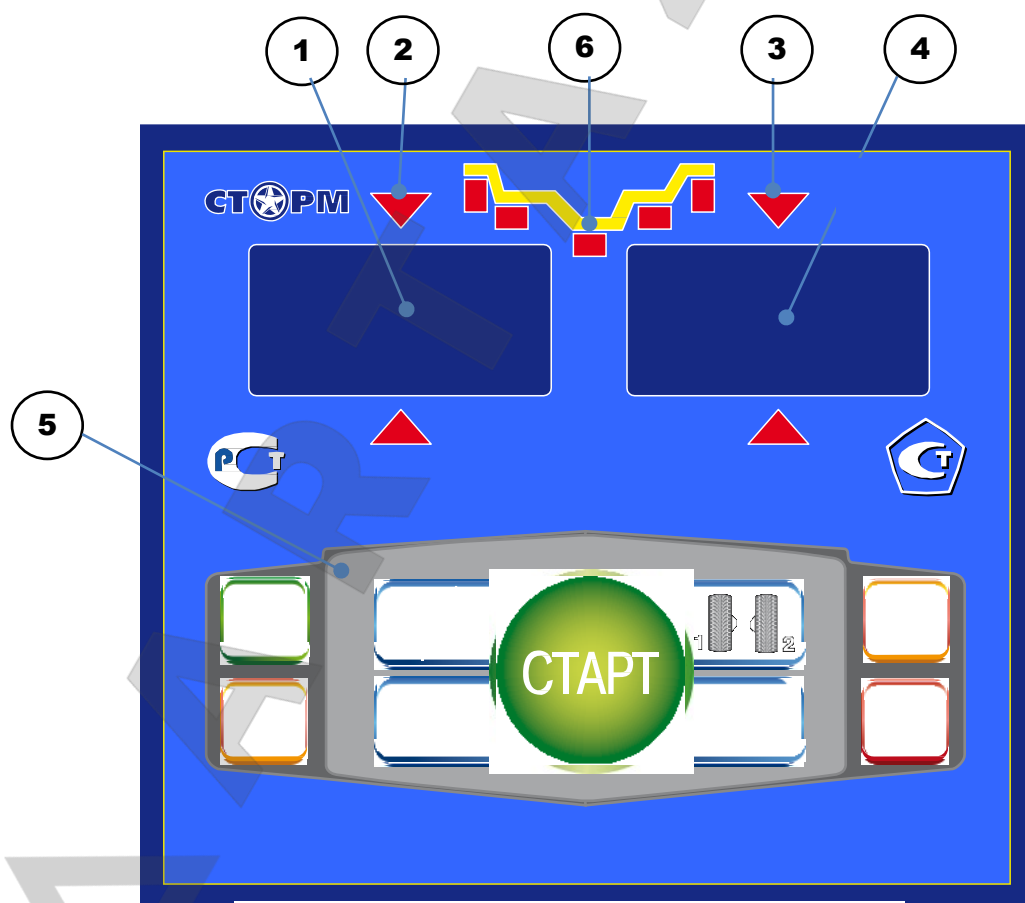

рис.8.1.
8.1. Общий вид лицевой панели показан на рис. 8.1.
При выдвигении штанги на индикаторах 1 (рис. 8.1) отображается значение параметра "А". Значение параметра "d" отображается на индикаторах 4.
Для ввода ширины нажмите кнопку "+" или "-" на индикаторах 1 (рис. 8.1) высветится "-b-", а на индикаторах 4 значение ширины диска. Через 2-3 сек после установки ширины индикаторы в режим отображения текущего дисбаланса.
Дважды нажать кнопку "A, d, b", после чего на индикаторах 1 (рис. 8.1) загорается символ "А", а на индикаторах 4 исходная величина дистанции. Нажимая кнопки "-" и "+" установить на индикаторах 4 требуемую величину дистанции. Через 2-3 сек после установки дистанции показания на индикаторах 1 и 4 возвращаются к отображению текущего дисбаланса, а кнопки "-" и "+" возвращаются в режим ввода ширины обода.
11.1. Переключение схем ALU1-ALU5 осуществляется последовательным нажатием кнопки "ALU" при этом схема установки грузов отображается загоранием соответствующих светодиодов 6 (рис.8.1), кроме того, на индикаторах 1 отображаются символы ALU, а на индикаторах 4 номер 1-5. Через 2-3 сек. после установки требуемой программы ALU индикаторы 1-4 переходят в режим отображения дисбаланса.
Эта функция обеспечивается тем, что каждый раз при вводе новых геометрических параметров и установке требуемой программы ALU, предыдущее состояние запоминается. Для перехода от одного набора параметров к другому необходимо нажать кнопку "1-2". Визуальный контроль того, какие параметры установлены в данный момент, осуществляется нажатием "A, d, b" на индикаторах 4 (рис.8.1) будут последовательно отображены, установленные в данный момент диаметр и ширина обода и дистанция.
14.1. При включении тумблера питания СБ на индикаторах 1 (рис. 8.1) высвечивается трёхзначное число -номер версии программного обеспечения. Через 2-3 сек на индикаторах 1 и 4 должны загореться нули, кроме того должны загореться светодиоды 6, что свидетельствует о включении режима стандартной балансировки с установкой на обеих плоскостях коррекции грузиков на пружинках. На светодиодах 2 и 3 (рис. 8.1) должны загореться оба светодиода.
14.2. При включении СБ программа измерения дисбаланса настраивается таким образом, что дисбаланс менее 8 г (заводская установка) на любой плоскости коррекции не показывается, в этом случае на индикаторах 1 и 4 (рис. 8.1) высвечиваются "0". Минимальный дисбаланс отображающийся на индикаторах 1 и 4 равен 8г. Дисбаланс, превышающий 8г, округляется до величины кратной 5, т. е. дисбаланс 9, 10, 11 и 12 г отображается цифрой 10, дисбаланс 13, 14, 15, 16 и 17 г - цифрой 15 и т. д. Для просмотра неокруглённого значения дисбаланса или дисбаланса менее 8г. необходимо нажать кнопку "<", при этом на индикаторах 1 и 4 на 2-3 сек высвечиваются фактические значения дисбаланса, определённые в данном запуске.
14.5.1. Поднимите защитный кожух. Вручную поворачивайте колесо в направлении, которое показывают светодиоды 2 и 3 (рис. 8.1.) до тех пор, пока не загорятся оба светодиода и начнут мигать вместе с значением массы корректирующих грузов.